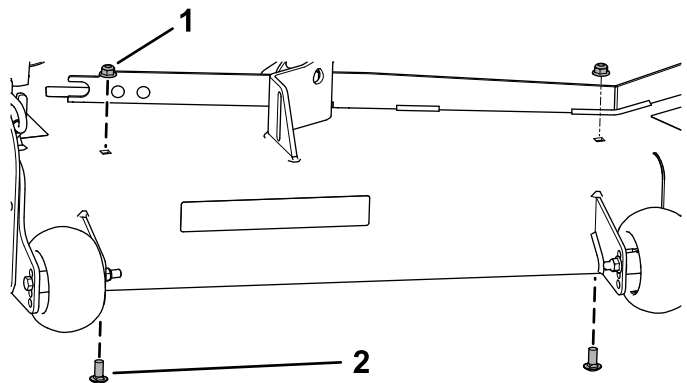

Figura 15
- Retire las 2 tuercas con arandela prensada existentes ($\frac{3}{8}$ ") y 2 pernos de cuello cuadrado ($\frac{3}{8}$ " x $\frac{7}{8}$ ") de la carcasa de corte (Figura 15).